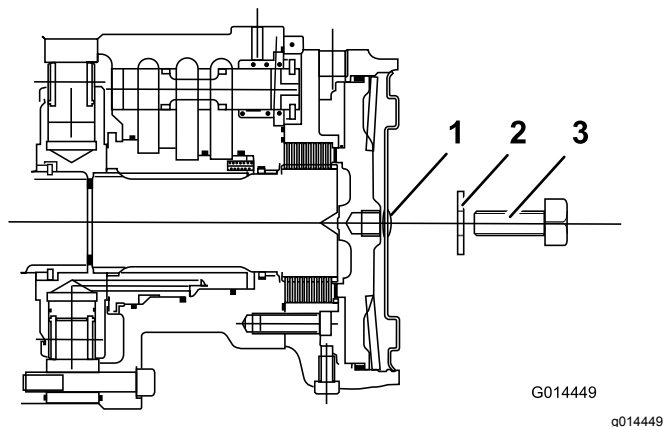

Figure 36
4. Placez une vis (M12 x 40 mm) munie d'une rondelle dans le trou au centre de la plaque d'extrémité du moteur (Figure 36).
5. Serrez la vis d'arrêt dans le trou fileté du piston de frein jusqu'à ce que le frein soit desserré (Figure 36).
6. Identifiez le frein à disque du moteur de roue avant gauche et répétez la procédure précédente (Figure 36).